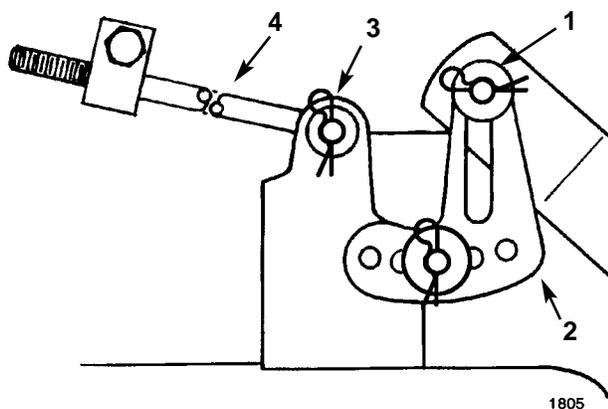

Bild 41
8. Splint und Unterlegscheibe am oberen der Mähwerksgleichsprofile entfernen (Bild 41). Jetzt das Profil vom Befestigungsstift abziehen. Diesen Schritt für die gegenüberliegende Seite des Mähwerks wiederholen.
9. Splint und Unterlegscheibe vom langen Gestänge entfernen (Bild 41). Jetzt das Gestänge aus dem Mähwerkprofil entfernen. Diesen Schritt an der gegenüberliegenden Mähwerkseite wiederholen.